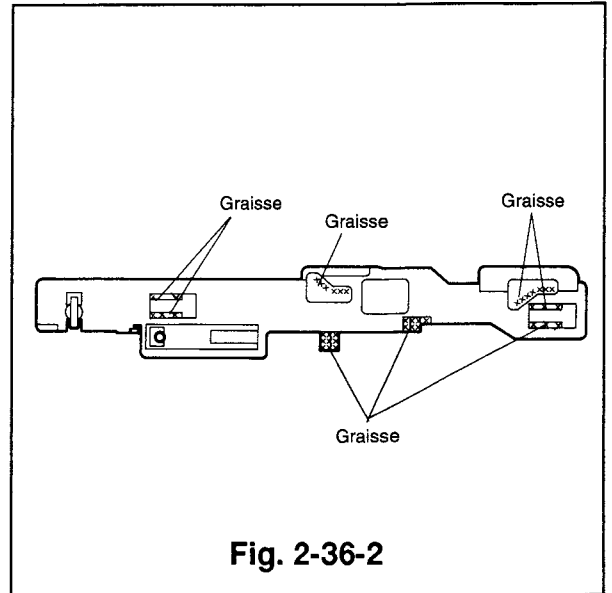

Fig. 2-36-2
- 1) Appliquer de la graisse (PG-641)[859DO55030] sur le nouveau plateau de la came C, à l'endroit indiqué dans la Fig. 2-36-2.